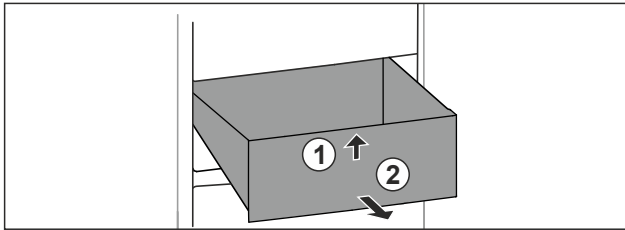

Fig. 93
- Soulever la partie avant du tiroir. Fig. 93 (1).
- Retirer le tiroir par l'avant. Fig. 93 (2)